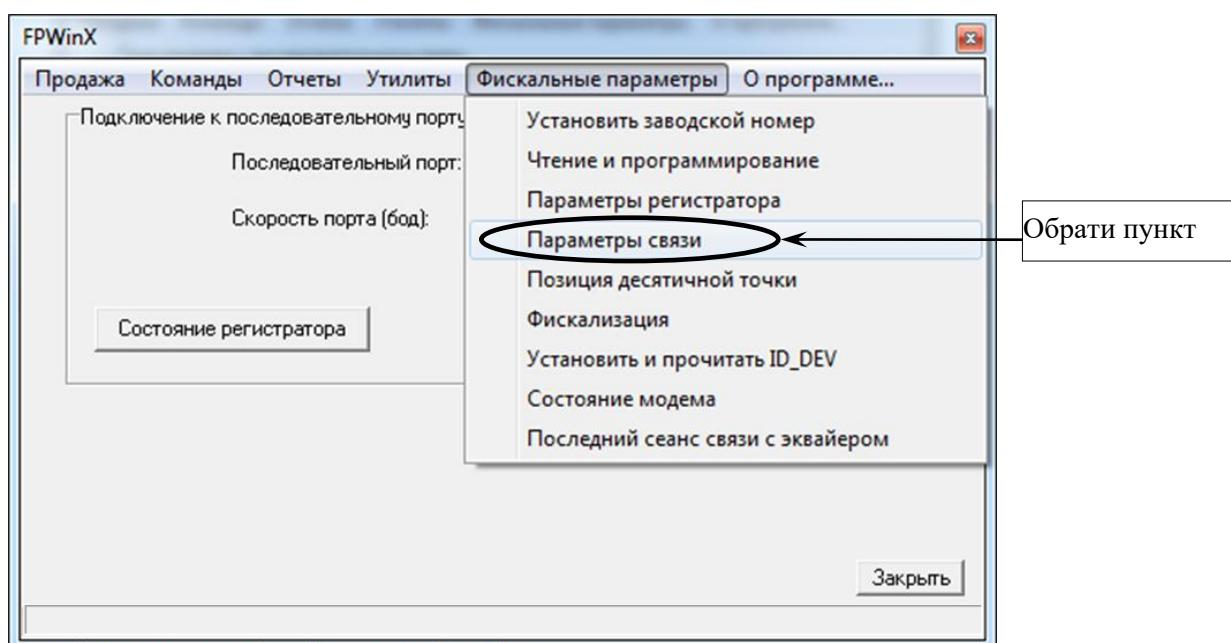

Рисунок 30
6.1.4 У вікні програми обрати закладку «Фискальные параметры», далі у випадаючому меню обрати пункт «Параметры связи» (рисунок 30).